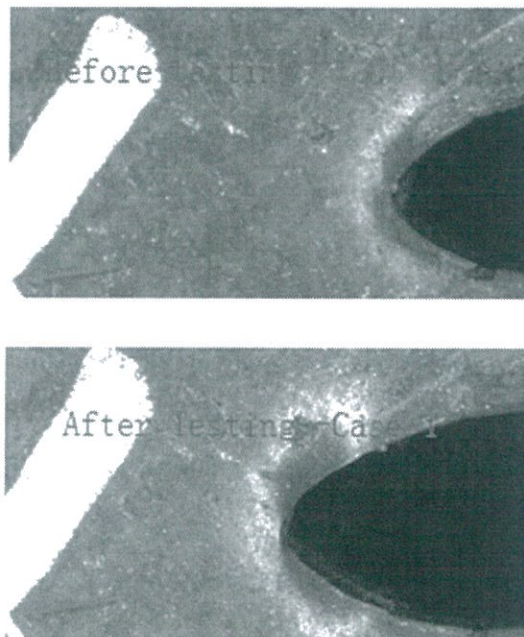

図1 画像例
- 注3. クラック形状は図 1 のような放物線状の形状で先端位置が明瞭な場合の性能です。